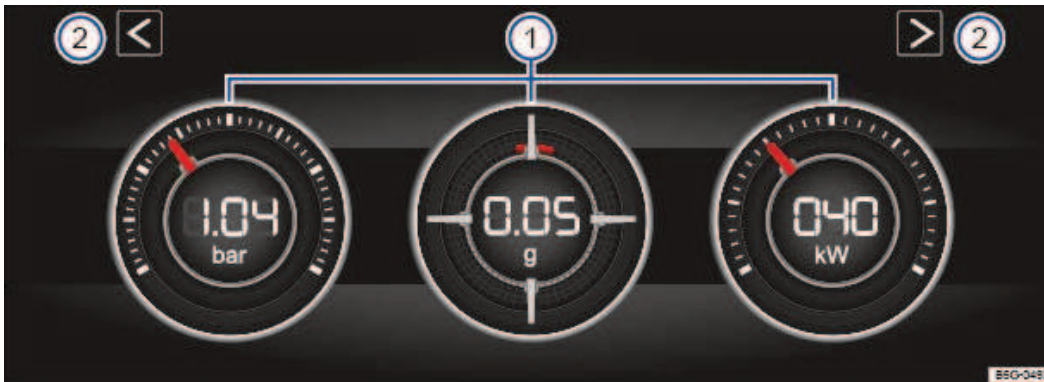

Fig. 25 Sur l'afficheur du système d'infodivertissement : moniteur de performances.
Légende de la → Fig. 25
Si vous voulez passer du moniteur de performances au compteur de tours  $\Rightarrow$  *Compteur de tours*, effleurez l'une des touches fléchées à gauche et à droite au-dessus des cadrans  $\Rightarrow$  *Fig. 25* .
L'écran peut afficher simultanément un maximum de trois cadrans. Chaque cadran peut être choisi pour chaque zone d'affichage  $\Rightarrow$  *Fig. 25*  (gauche, milieu, droite).
- Affichage de la pression de suralimentation : l'affichage de la pression de suralimentation  $\Rightarrow$  *Fig. 25*  (gauche) affiche la pression dans le circuit d'air de suralimentation entre le turbocompresseur et le moteur (exprimée en bars). Plus l'aiguille se situe à droite sur l'échelle graduée, plus la puissance développée par le moteur est grande.
- Accéléromètre : l'accéléromètre  $\Rightarrow$  *Fig. 25*  (milieu) affiche, dans la zone médiane, la valeur d'accélération (exprimée en g). Le repère rouge dans la zone en forme de trame indique la puissance de l'accélération et le sens de la force qui agit (dans le sens opposé en vertu des lois physiques). Si, par exemple, vous tournez à gauche, le repère rouge se déplace dans la zone droite du cadran (et vice-versa). Si vous accélérez, le repère rouge se déplace vers le bas. Si vous freinez, le repère rouge se déplace vers le haut. La puissance de l'accélération est représentée de l'intérieur vers l'extérieur par la position du repère rouge. Si l'accélération augmente, le repère rouge s'éloigne de la partie médiane.
- Affichage de la puissance : l'affichage de la puissance  $\Rightarrow$  *Fig. 25*  (droite) indique la puissance actuellement demandée au moteur sous la forme d'une valeur numérique et sur l'échelle environnante (en kW).
- Effleurez l'une des touches fléchées dans le moniteur de performances → *Fig. 25*  pour passer au compteur de tours.
Les touches fléchées → *Fig. 25*  et → *Fig. 26* vous permettent de commuter à tout moment entre le compteur de tours et le moniteur de performances.